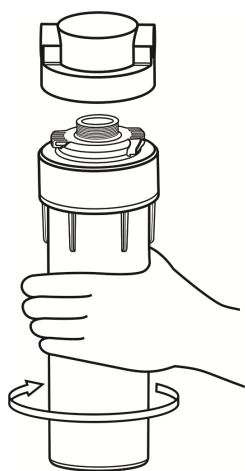

Рисунок 6.1.1
6.2.1.1 Снимите колбу с номером «1», вручную повернув ее влево (см. рисунок 6.1.1).
6.2.2.1 Снимите колбу с номером «2», вручную повернув ее влево (см. рисунок 6.1.1).
6.2.3.1 Снимите колбу с номером «3», вручную повернув ее влево (см. рисунок 6.1.1).
6.2.4.1 Снимите колбу с номером «4», вручную повернув ее влево (см. рисунок 6.1.1).